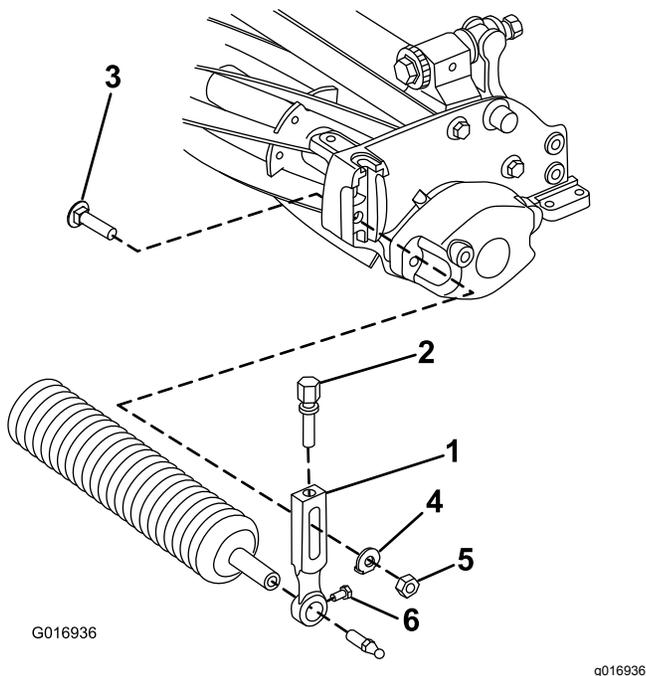

Рисунок 3
1. Снимите лемешный болт, шайбу и фланцевую гайку, которые крепят один из рычагов высоты скашивания к боковой плите режущего блока (Рисунок 3).
2. Ослабьте винты крепления валика в рычагах высоты скашивания (Рисунок 3).
3. Вставьте валик в рычаг высоты скашивания на противоположной стороне режущего блока (Рисунок 3).
4. Наденьте рычаг высоты скашивания на ось валика (Рисунок 3).
5. Не затягивая, зафиксируйте валик в режущем блоке с помощью рычага высоты скашивания и ранее снятых деталей крепления (Рисунок 3).
7. Затяните винты крепления валика (Рисунок 3).